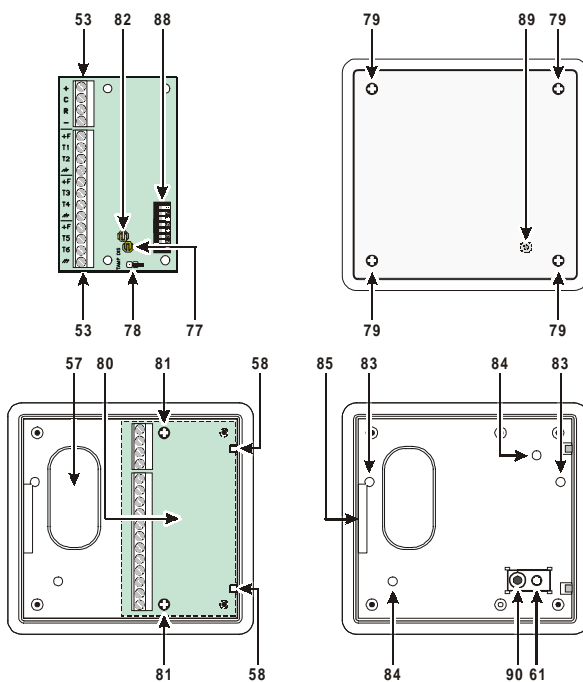

Fig. 1.3 - Espansione M-IN/OUT e contenitore dedicato
5. Riposizionare la scheda elettronica dell'Espansione (vedi Fig. 1.3) bloccandola sotto i ganci di ritegno [58] e fissandola con le due viti [81] in dotazione